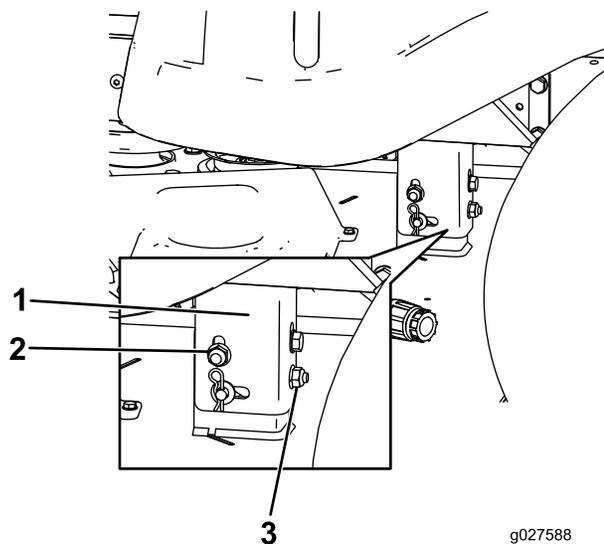

Figure 49
8. Élevez ou abaissez le côté gauche du tablier de coupe en tournant l'écrou arrière (Figure 49).